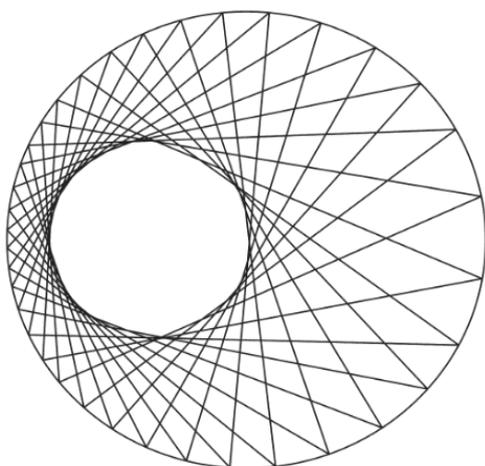

Рис. 2.24. Неравномерное прошивание окружности
1. Неравномерное прошивание. Применяется, если одну часть окружности надо заполнить плотно, а другую разреженно. Для этого расстояние между точками деления на одной стороне окружности должно отличаться от расстояния между точками на другой стороне (рис. 2.24).